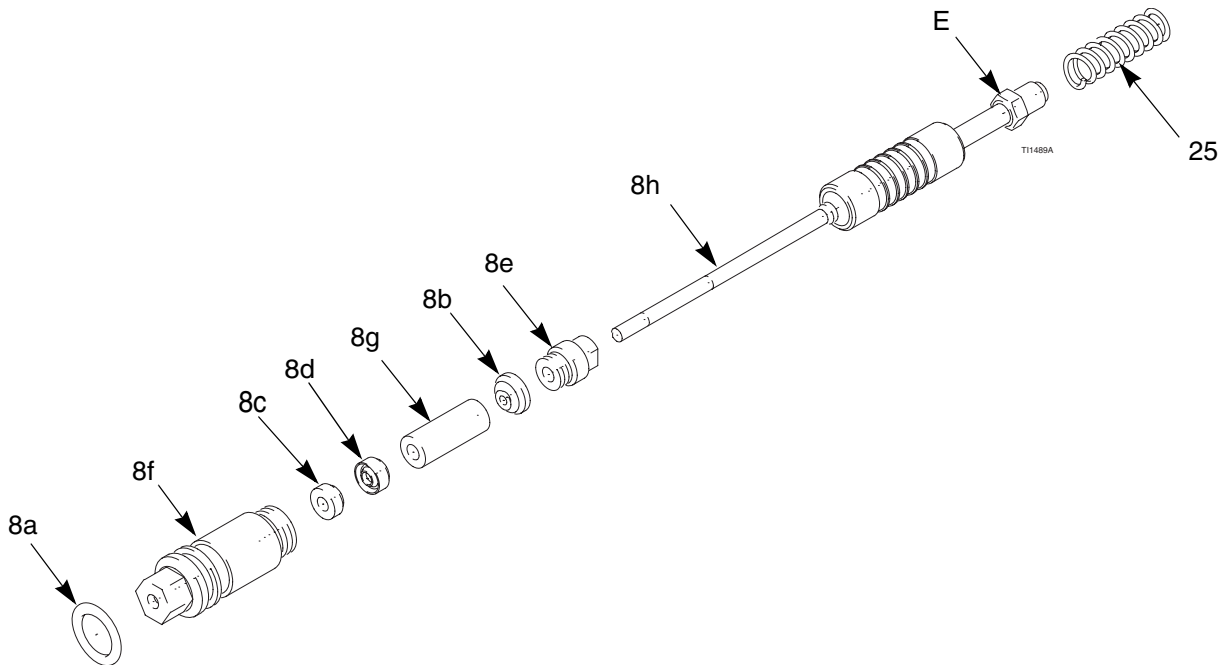

Fig. 26. Aguja
1. Coloque la tuerca prensaestopas (8e) y la junta (8b) en la aguja de fluido (8h). Las partes planas de la tuerca prensaestopas deben estar dirigidas hacia la parte trasera de la varilla de fluido. La junta tórica del sello debe estar dirigida en dirección contraria a la tuerca prensaestopas. Vea Fig. 26.
6. Instale el muelle (25) contra la tuerca (E) tal como se muestra.
7. Instale el conjunto de la aguja (8) en el cañón de la pistola. Utilizando la herramienta multiusos (40), apriete el montaje hasta que esté firme.
9. Instale y ajuste el brazo del actuador (29) y la contratuercas (28). Vea la página 49.
11. Instale la carcasa de la pistola (2) y el cabezal de aire, página 44.